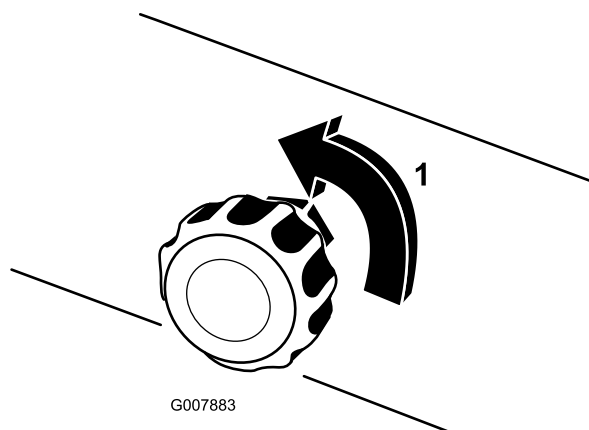

Рисунок 19
5. При первом использовании поверните ручку клапана настройки плотности пены на 1/8–1/4 оборота против часовой стрелки (Рисунок 19).